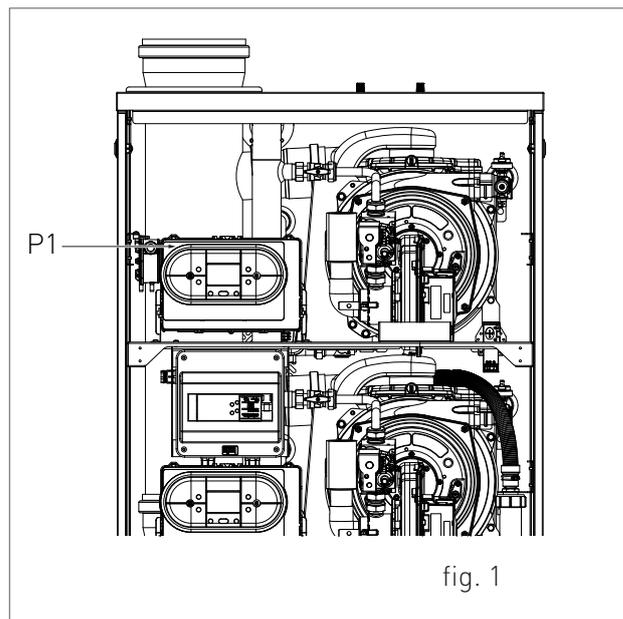

fig. 1
- **rimuovere il ponte 'A' (fig.1) e collegare l'alimentazione elettrica della caldaia in serie con i dispositivi di sicurezza INAIL. In assenza di sicurezza INAIL lasciare collegato il ponte 'A'.**
› agire sulla morsettiera, che si trova all' interno del pannello comandi '1', **il primo in alto** (vedi 'P1' in fig. 1), nel seguente modo: